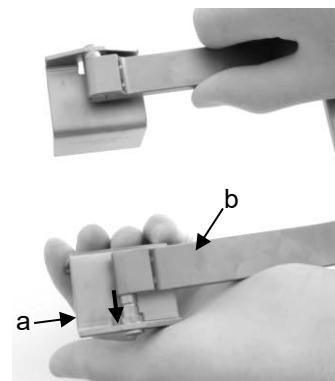

Fig. 13
- 10 La liaison des valves (a) avec le cadre d'écarteur (b) est de chaque côté verrouillée par deux fermetures à déclic sphériques contre tout desserrement inopiné des valves. Une fois les valves retirées, ce verrouillage peut être surmonté avec un moindre effort (cf. Fig. 13).